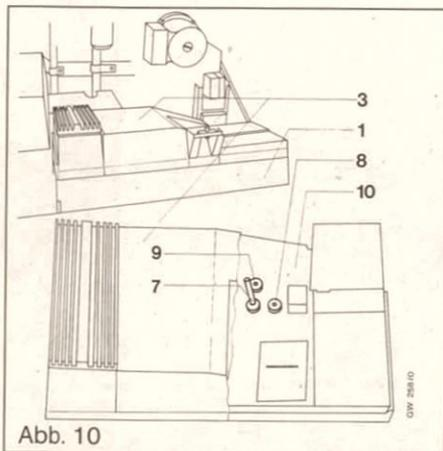

Abb. 10
- Den linken Taster (2) betätigen bis im Display d1 erscheint.
- Anschließend den rechten Taster (3) betätigen, um die Anzeige der Betriebsart zu aktivieren.
- Durch Drehen am Potentiometer\* (8, Abb. 10) kann die gewünschte Betriebsart eingestellt werden.
#### Legende zu Abb. 10